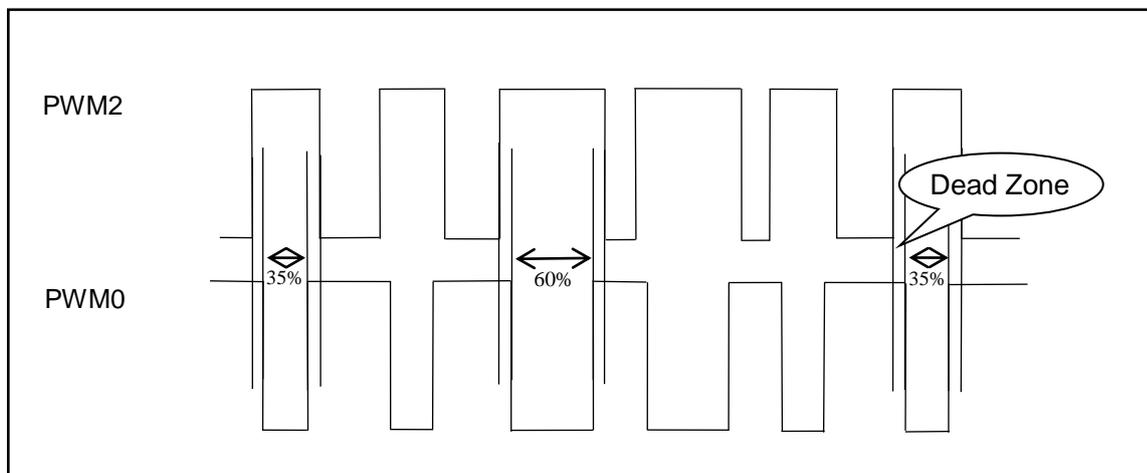

图 18: 两路互补 PWM 波形
2.切换占空比时对应的 PWM0/PWM2 波形如图 18。